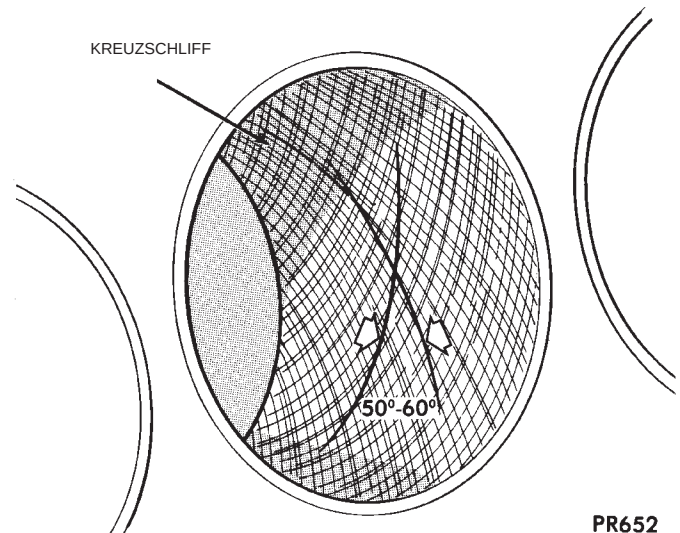

Abb. 5 Kreuzschliff der Zylinderlauffläche
(1) Bei richtigem Gebrauch ist das Spezialwerkzeug C-823 mit Körnung 220 am besten zum Honen der Zylinderlaufflächen geeignet. Es verbessert nicht nur die Oberflächengüte der Laufflächen, sondern auch deren Formgenauigkeit (Reduzierung von Unrundheit, Kegeligkeit) und entfernt darüber hinaus leichte Riefen und Kratzer. Gewöhnlich genügen einige Hubbewegungen, um das gewünschte Schliffbild und Sollmaß zu erhalten.
(2) Der Feinschliff der Zylinderlaufflächen kann erfolgen, wenn die Zylinderbohrung gerade und rund ist. Hierfür Spezialwerkzeug C-3501 mit Honsteinen der Körnung 280 verwenden. Je nach Zustand der Laufflächen reichen 20-60 Hubbewegungen aus, um die gewünschte Oberflächengüte zu erhalten. Leichtes Honöl benutzen und Laufflächen nach jeweils 20 Hubbewegungen prüfen. **KEIN Motor- oder Getriebeöl, Leichtbenzin oder Petroleum verwenden.**
(3) Die Hubgeschwindigkeit ist so zu wählen, daß ein Kreuzschliff entsteht. Die Bearbeitungsspuren müssen sich in einem Winkel von 50 bis 60 Grad kreuzen, damit die Kolbenringe richtig sitzen (Abb. 5).